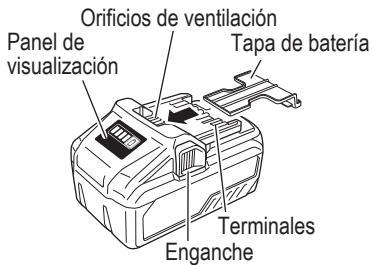

Fig. 7
- Instale el paquete de baterías en la herramienta eléctrica o almáscénelo presionando la tapa de baterías hasta que se oculten los orificios de ventilación para evitar cortacircuitos. (Ver Fig. 7)**